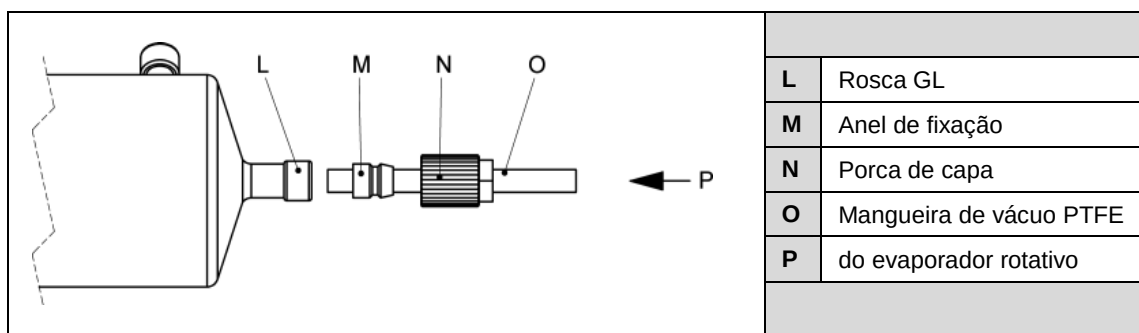

Fig. 3 Instruções para a montagem dos parafusos para a conexão de sucção
- Aplicar a conexão de vácuo do sensor de vácuo na conexão GI 14 prevista e apertar a rolha de parafuso com o anel de fixação (*veja a fig. 3*).